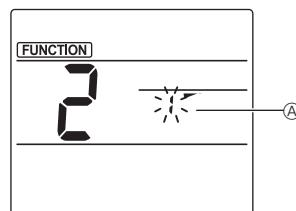

Fig. 2
- ② Kanaatçık sayısını seçme (Fig. 2)